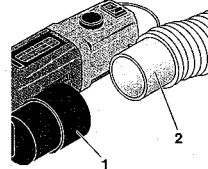

Fig. 7
1. Teile des Anschlußadapters 1 (Fig. 7) zusammenstecken.